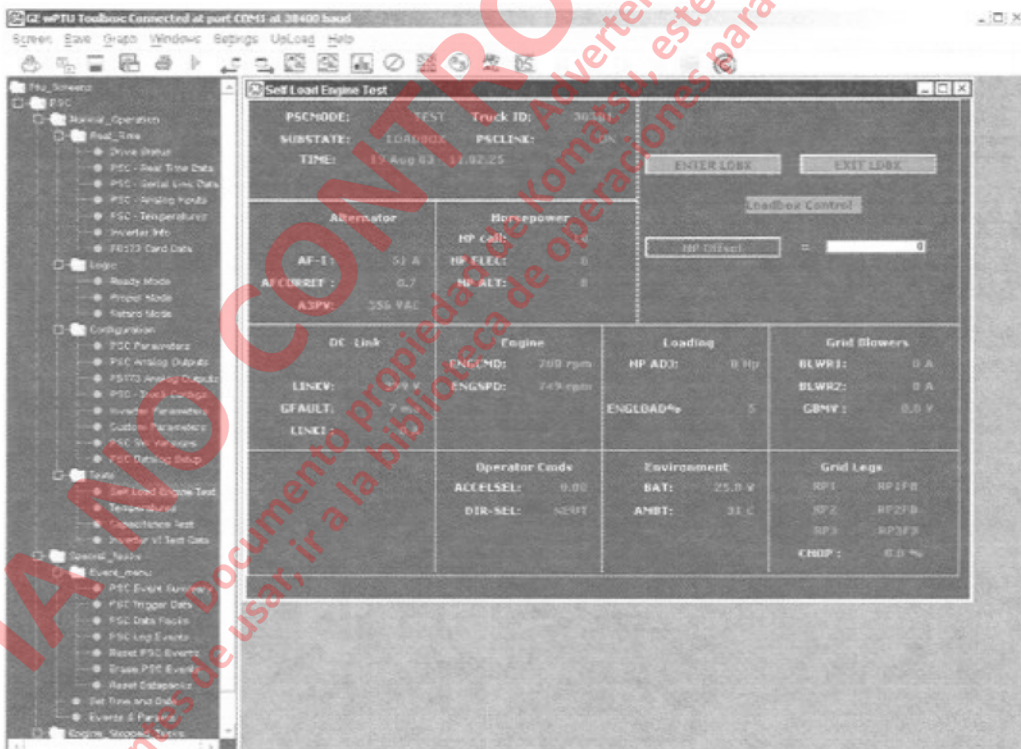

FIGURA 3-16. PANTALLA DE PRUEBA INICIAL DE AUTOCARGA DEL MOTOR
- Verifique que los valores sean similares a los de la pantalla «Self Load Engine Test» que se muestra en la Figura 3-16.